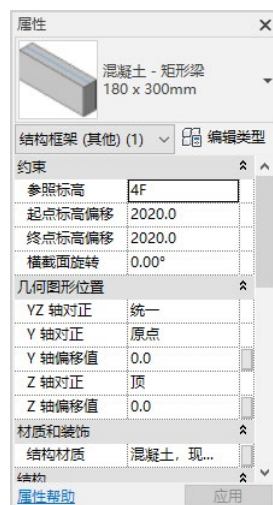
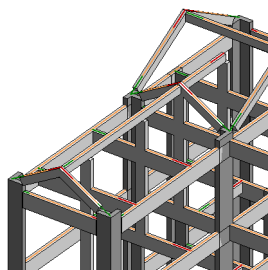

图 6-77 “属性”选项板
图 6-78 柱附着到水平梁 (1)
(18) 选择步骤 (17) 绘制的梁，在“属性”选项板中更改“起点标高偏移”为“2020.0”，“终点标高偏移”为“2020.0”，其他采用默认设置，如图 6-77 所示。
(19) 在“项目浏览器”中双击“三维视图”节点下的“三维”，将视图切换到三维视图。
(20) 选择轴网 1/1 上的 4 根“180×400mm”的矩形柱，然后单击“修改|结构柱”选项卡“修改柱”面板上的“附着顶部/底部”按钮，在选项栏中选择“顶”单选项，附着样式为“剪切柱”，选择 1/1 轴线上的水平梁为所选柱附着到位置，结果如图 6-78 所示。